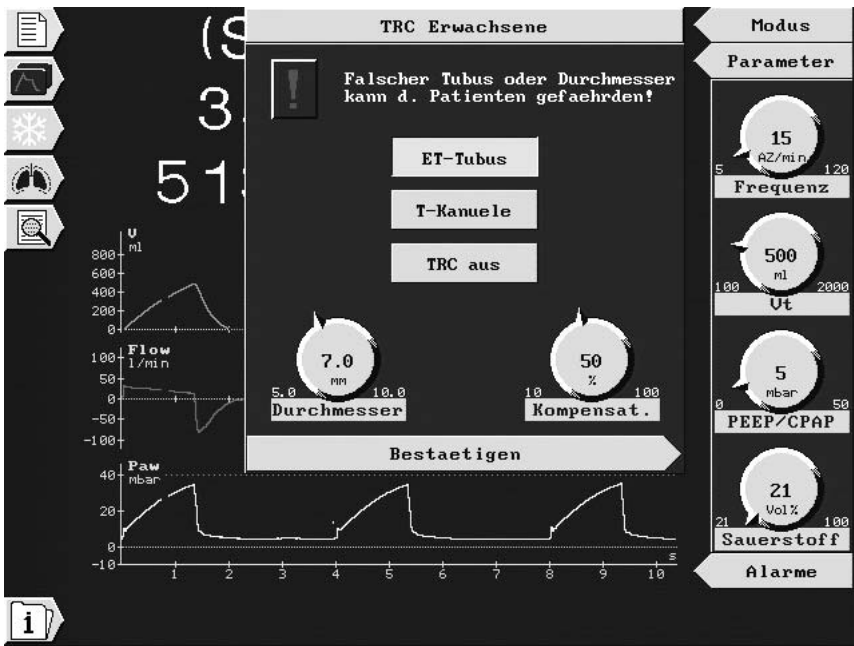

Abbildung 4-4. Fenster TRC
1. Öffnen Sie zuerst das Fenster **Zusatz** und dann von dort aus das Fenster **TRC** (Abbildung 4-4).